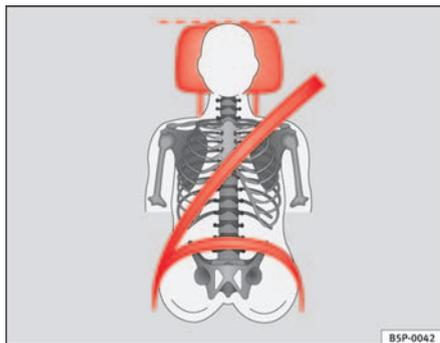
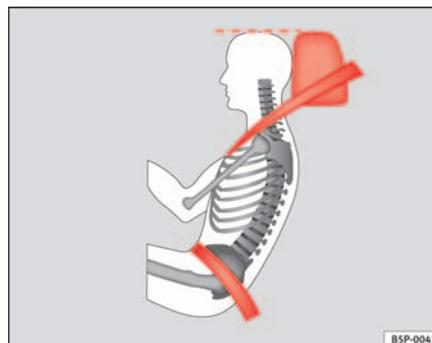

Fig. 91 Poggiatesta e cintura di sicurezza posizionati correttamente (visti da davanti)
Fig. 92 Posizione corretta del poggiatesta e della cintura di sicurezza (visti di lato)
- Regolare il poggiatesta portando il suo bordo superiore alla stessa altezza della parte superiore della testa, almeno all'altezza degli occhi ⇒ fig. 91 e ⇒ fig. 92.